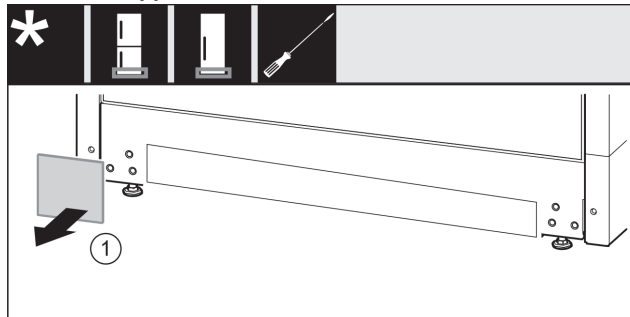

Fig. 17
- Retirer le cache Fig. 17 (1).